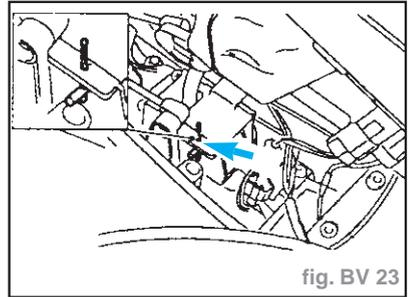

fig. BV 23
- Mettre en place le foret hélicoïdal de **3 mm** (fig. BV 23).